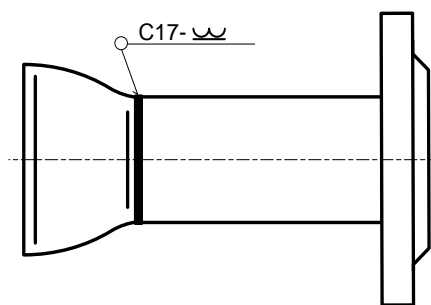

Рис.7. Прямолинейный отрезок трубы с концентрическим переходом.
3.3.2.4. Если монтаж выполняется в трубопровод с DN большим, чем DN ППР, к противоположным концам отрезков труб следует приварить концентрические переходы (рис.7).